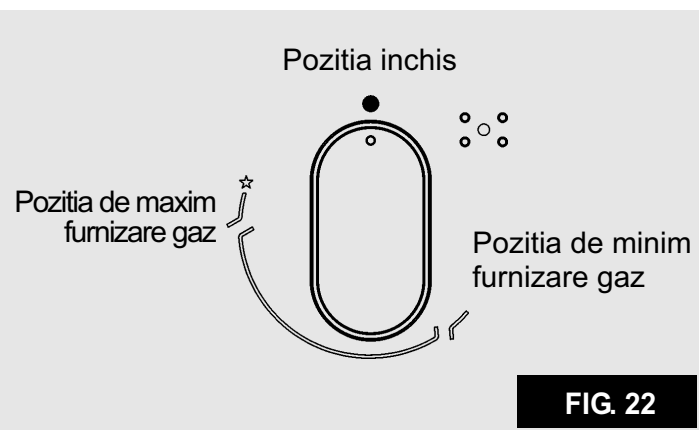

FIG. 22
Apasati si rotiti in sens antiorar butonul corespunzator arzatorului pe care doriti sa-l utilizati, aduceti-l pe pozitia de Maxim (flacara mare, fig. 22), dupa care apasati butonul pana la fund.
La arzatoarele dotate cu termocuplu de siguranta, trebuie sa se roteasca in sens antiorar butonul corespunzator arzatorului pe care doriti sa-l utilizati, sa-l aduceti pe pozitia de Maxim (flacara mare, fig. 22) pana sesizati o mica oprire a acestuia, dupa care apasati butonul si repetati operatiile indicate anterior. Dupa aprindere mentineti butonul apasat circa 10 secunde.
- Cand incepe fierberea aduceti butonul in pozitia de Minim (flacara mica, fig. 22).
- **aprinderea arzatoarelor cu termocuplu de siguranta se poate face doar daca butonul este pe pozitia de Maxim (fig. 22).**
- aprindeți arzătorul și poziționați butonul pe poziția "Minim" (flacăra mică, fig. 22).